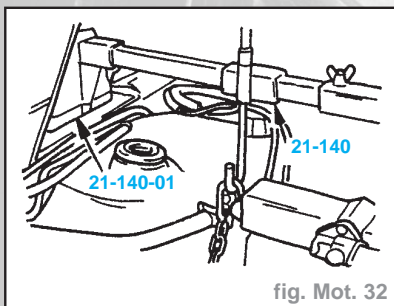

fig. Mot. 32
- Poser le palonnier de levage moteur (fig. Mot. 32).